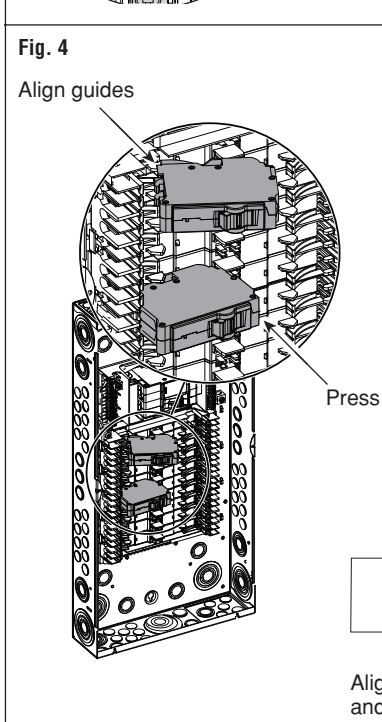

Fig. 4 Align guides
5. Place AFCI/GFCI branch circuit breaker into the panel as shown (*see fig. 4*).
5. Insérer le DDAA/DDFT dans le panneau de la manière illustrée (fig. 4).